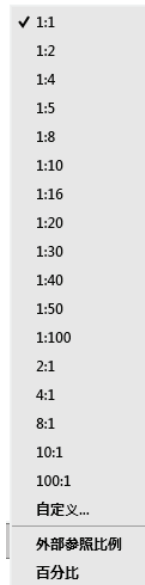

图 2-20 注释比例列表
11) 当前视图的注释比例：左键单击注释比例右下角小三角符号，弹出注释比例列表，如图 2-20 所示，可以根据需要选择适当的注释比例。